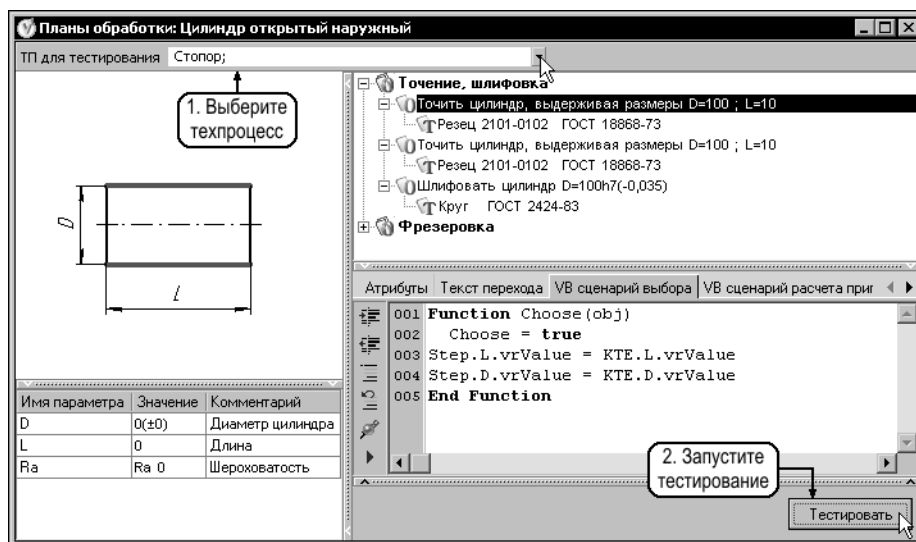

Рис. 9.35. Тестирование сценария с использованием данных ТП
- тестирование сценария с извлечением данных из ТП (например, если в сценарии используются сведения о материале детали). В таких случаях следует загрузить какой-либо техпроцесс в ВЕРТИКАЛЬ, выбрать его в поле ТП для тестирования (рис. 9.35) и нажать кнопку **Тестировать**.